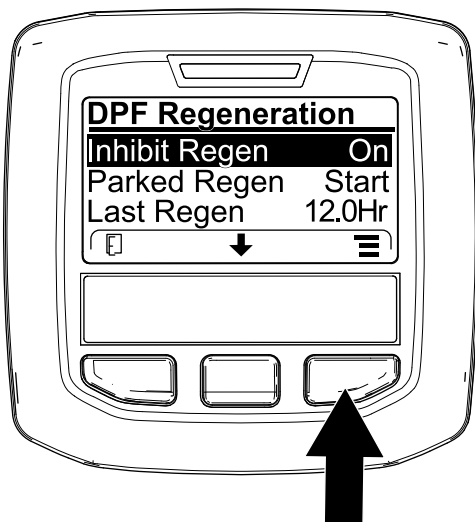
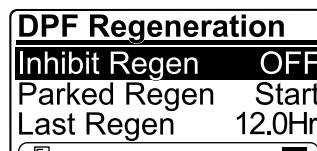

Bild 60
Bild 61
1. Navigieren Sie auf das Menü „DPF Regeneration“, drücken Sie die mittlere Taste und navigieren Sie auf die Option INHIBIT REGEN.; drücken Sie die rechte Taste, um den Eintrag „Inhibit Regen.“ auszuwählen (Bild 60).
2. Drücken Sie die rechte Taste, um die Einstellung für das Verhindern der Regenerierung von „On“ in „Off“ (Bild 60) oder von „Off“ in „On“ (Bild 61) zu ändern.